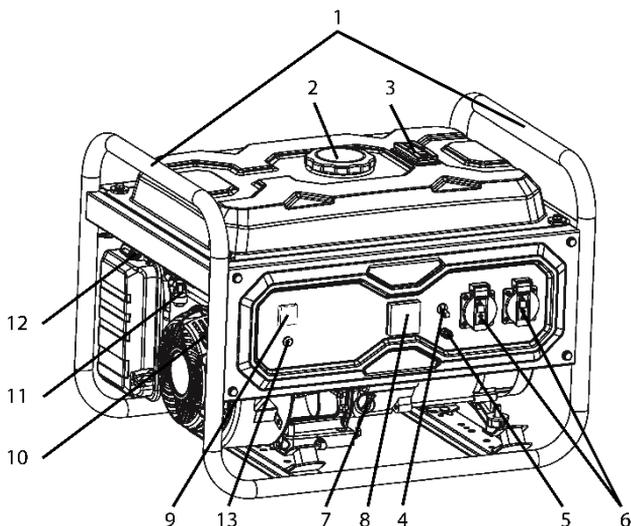
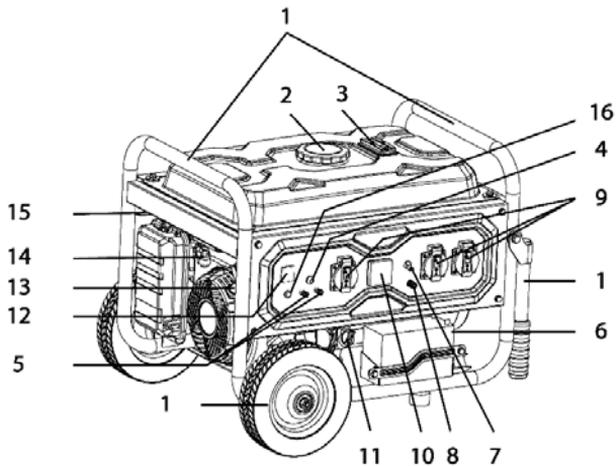

Рис.1
Рис.2
- Выкрутите щуп уровня масла (7) (Рис. 1) или (11) (Рис. 2) с горловины и залейте масло, периодически проверяя уровень масла;
- Открутите крышку топливного бака (2) (Рис. 1) и (Рис. 2);
Подсоедините провод к клемме заземления (5) (Рис. 1) или (8) (Рис. 2);